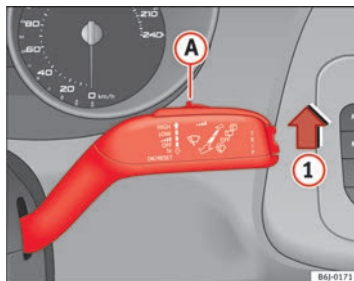

Fig. 65 Palanca del limpiaparabrisas
- Mueva la palanca del limpiaparabrisas hasta la posición **1** ⇒ fig. 65.